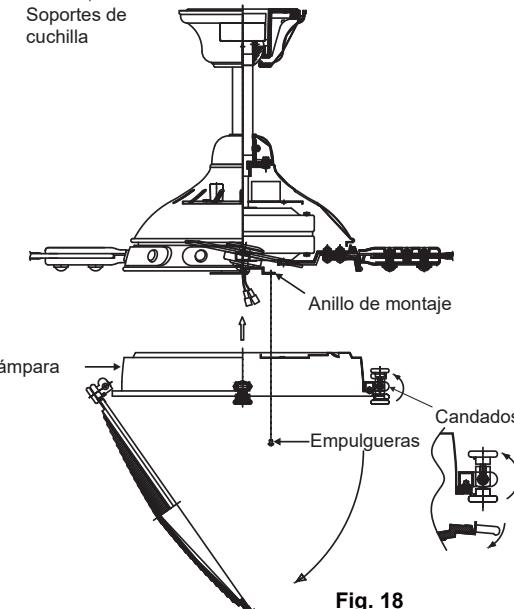

Fig. 18
**Paso 1.** Afloje los dos tornillos en el anillo de montaje unido al eje del motor y "retire" y guarde el tercer tornillo. (**Fig. 18**)